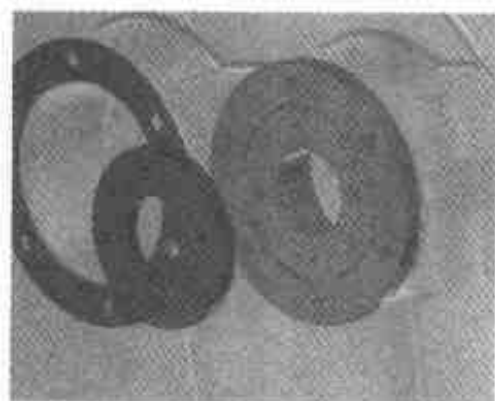

图 3.170 插入密封盖零件
- (6) 选择【文件】|【插入】|【零件/装配】命令，然后在所附光盘中找到 score\example\jixie\3\减速机装配\3-密封盖.ics 文件，单击【打开】按钮。在右侧【设计树】上将出现名为“3-密封盖”的零件，结果如图 3.170 所示。